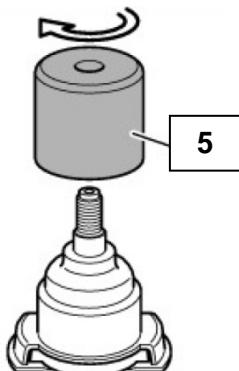

Abb. 4
2. Führungshülse (5) über die Gummidichtung auf den Gelenkbolzen schrauben (siehe Abb.4).